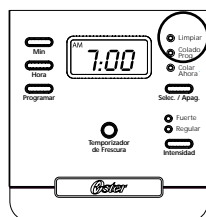

figura 8
5. Oprima el botón de “Selec./Apag.” hasta que la luz indicadora de “Limpiar” se encienda (Figura 8). Para su conveniencia, el ciclo de limpieza es automático. El ciclo completo tomará de 45 a 60 minutos.